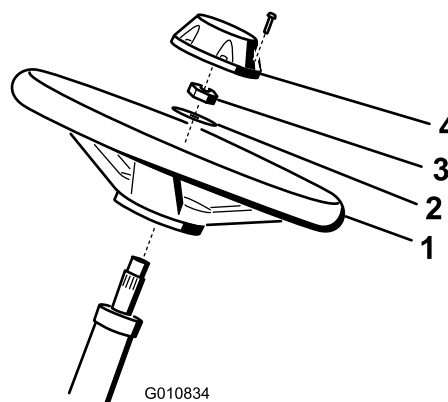

Bild 4
1. Schieben Sie das Lenkrad auf die Lenkwelle (Bild 4).
2. Schieben Sie die Scheibe auf die Lenkwelle (Bild 4).
3. Befestigen Sie das Lenkrad mit der Klemmmutter an der Welle und ziehen sie auf 27 bis 35 Nm an (Bild 4).
- Montieren Sie den Deckel mit der Schraube am Lenkrad (Bild 4).